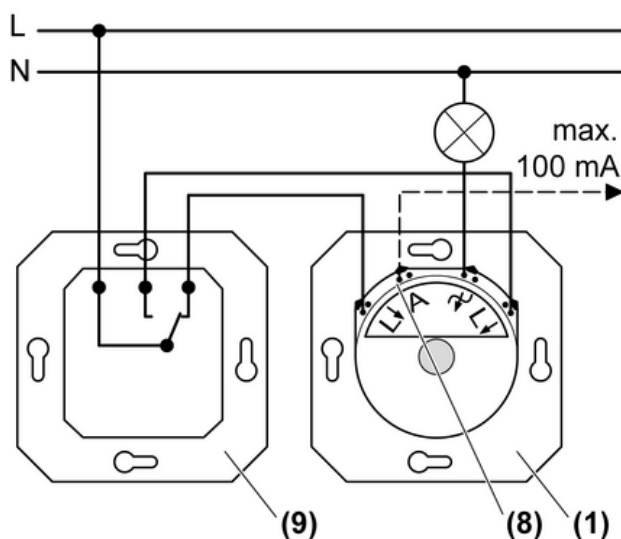

Figura 3: Circuito di commutazione
- (1) Variatore di luce
- (8) Uscita di comando A
(9) Deviatore
- Collegare il variatore di luce (1) e il deviatore (9) come da schema di collegamento (figura 3).